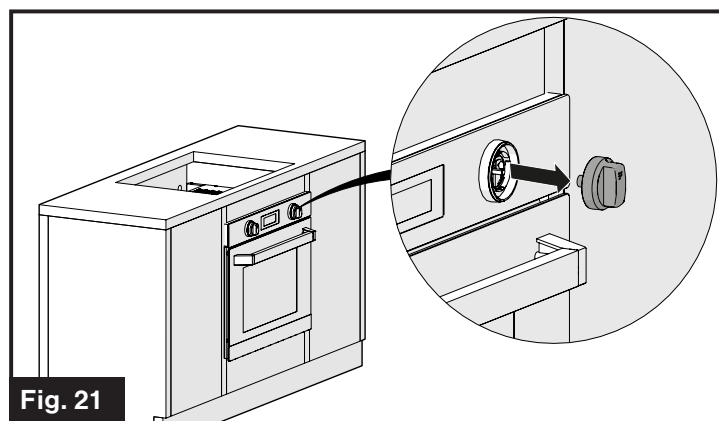

Fig. 21
1. Desconecte el horno de la alimentación eléctrica mediante el interruptor usado para conectar el electrodoméstico a la fuente de alimentación o quitando su fusible. Sujete y tire de la perilla de control con la luz LED rota para extraerla. (Fig. 21)